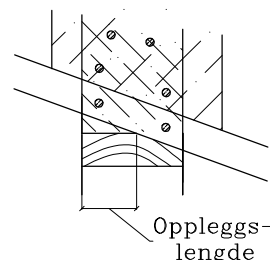

Fig. 3.
1) Minimum horisontal oppleggslengde mellom klossforsterkning og svill, se fig 3.
2) Antall spiker i hver klossforsterkning, spikres som vist i fig 3.